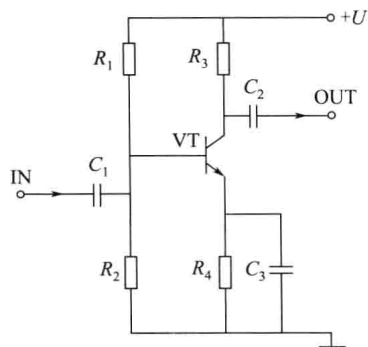

图 1-4 分压式电流负反馈放大电路
(2) 单元电路图 单元电路图是单元电路原理图的简称,指电子产品中用来完成某一特定功能的局部电路图。例如,电流负反馈放大电路(图 1-4)、本机振荡电路等。